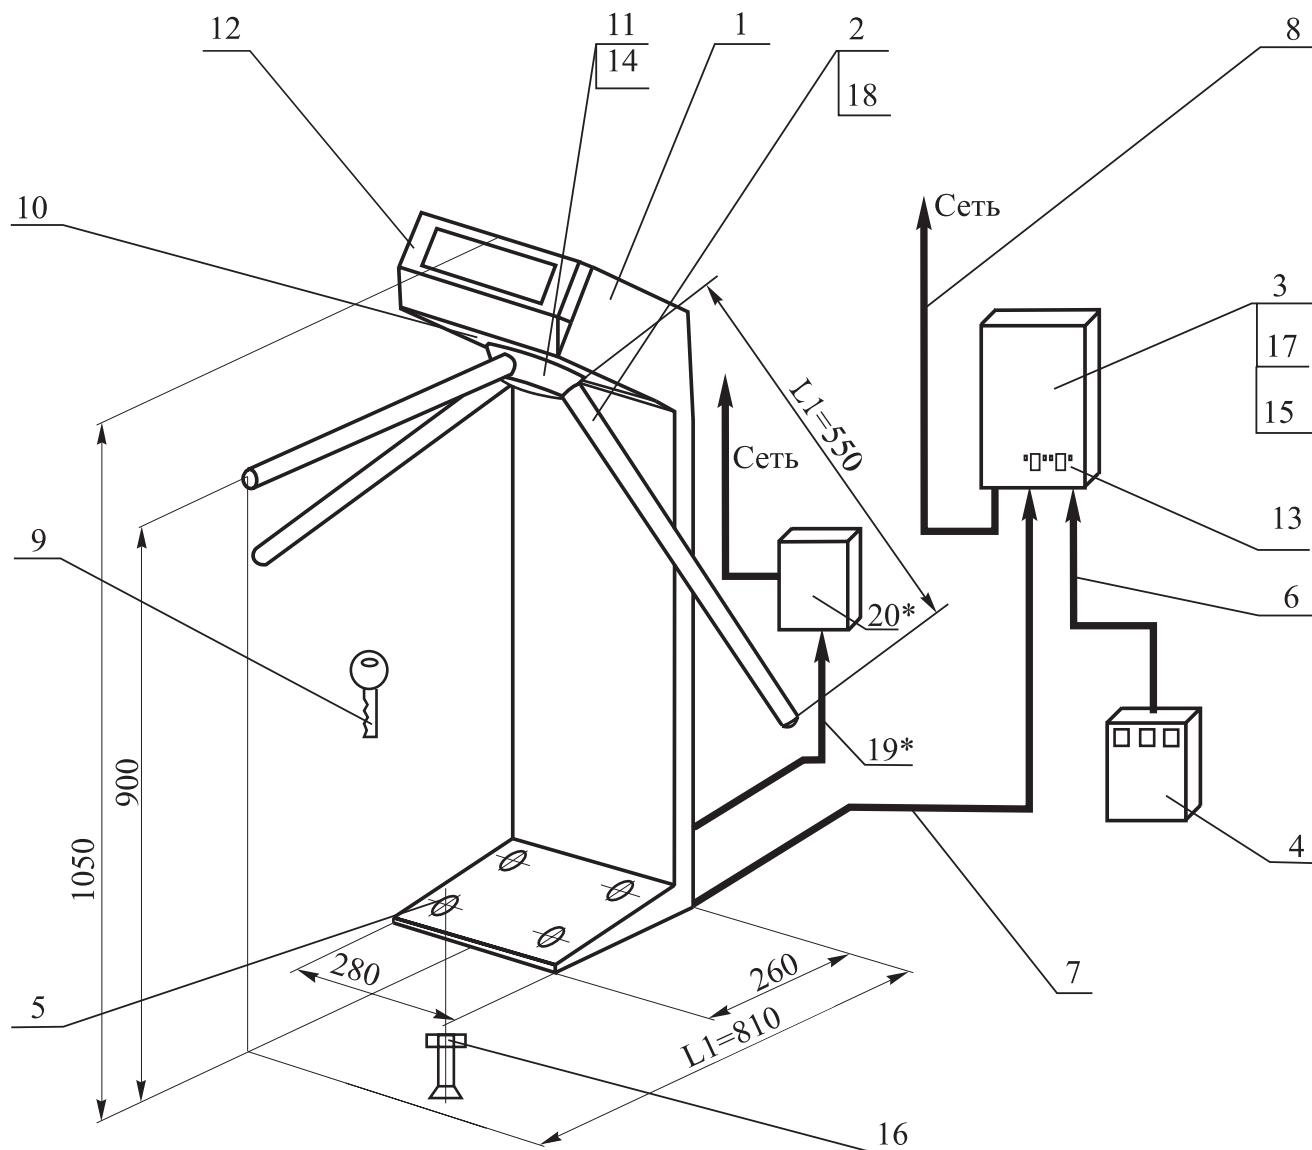

Рис. 1 Общий вид турникета PERCo-TTR-04W:
Устройство турникета показано на рис. 1.
5.2.5. Блок управления (см. рис. 1 и 2) выполнен в виде отдельного прибора в закрытом металлическом корпусе, обеспечивающем настенное крепление с наружной антисдергивающей фиксацией. Возможно настольное применение блока управления.
1. На контакты «Sens R / Pass R» и «Sens L / Pass L» транслируется состояние датчиков поворота. В этом случае при проходе (повороте на 120° планшайбы (11 на рис.1), к которой крепятся преграждающие планки) формируется следующая последовательность сигналов: